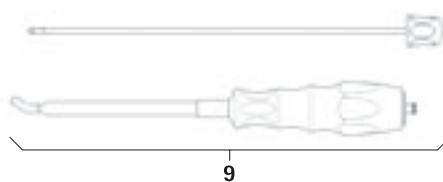

Fig. 4
- Démonter l'instrument de pose de tige 9, voir Fig. 4: